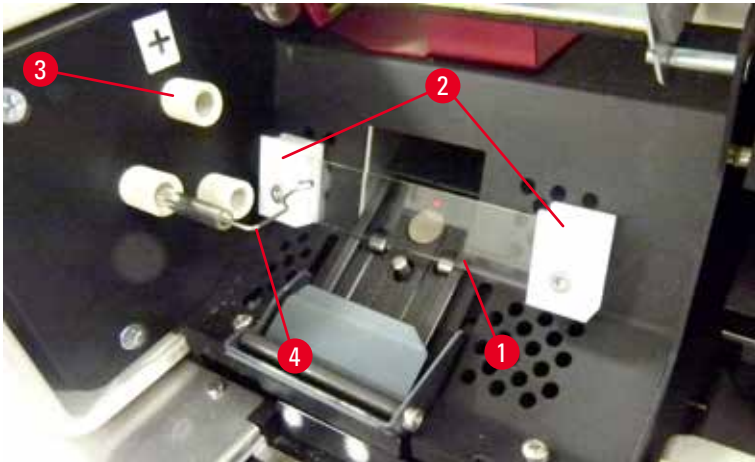

図 20
5. コンタクトスプリング(→ "図 19-2")/(→ "図 20-4")がランプの点火ワイヤ(→ "図 21-1")から外れていることを確認します (→ "図 20") も参照)。